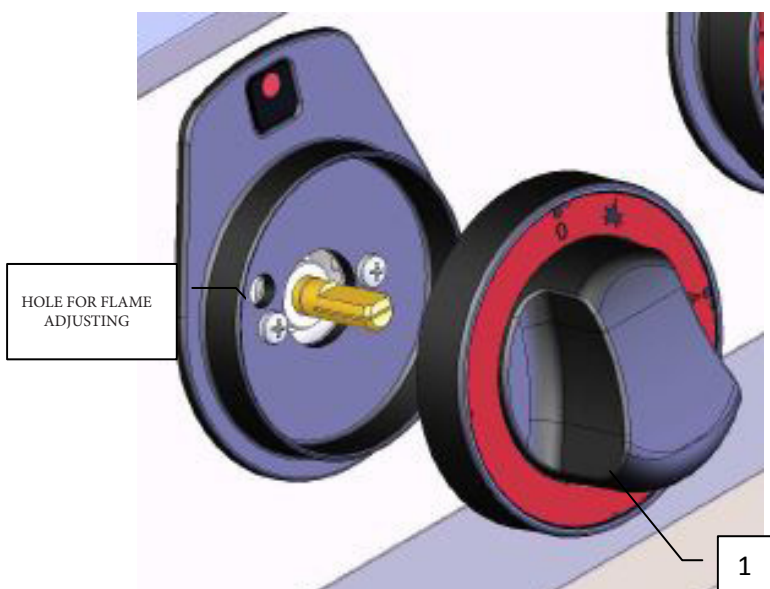

fig. 4
- Retirer le bouton de commande (Note. 1, fig 4). Tirant vers vous